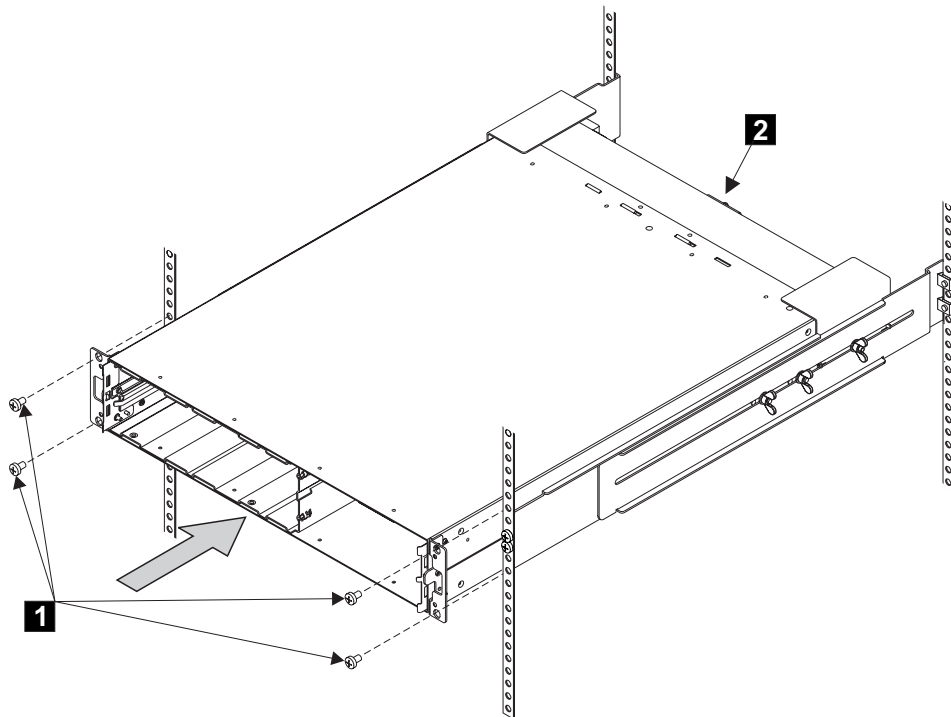

図 167. 2145 UPS のラックへの再取り付け
- 5. 正面の皿頭ねじ **1** を取り付けます (図 167 を参照)。